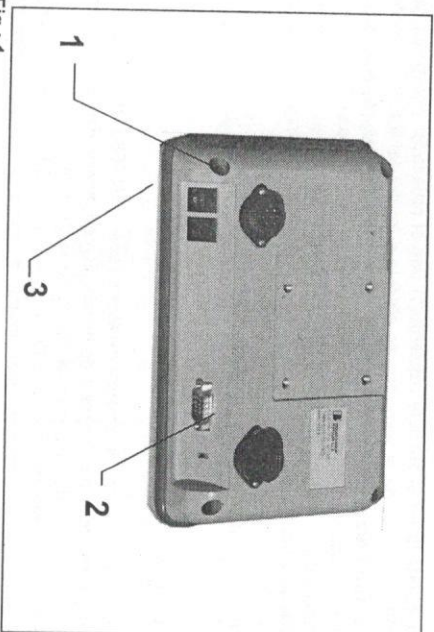

Fig.: 1
El cable de control está insertado en el enchufe izquierdo(1) tras el ordenador por medio de un serraje de tornillo. (fig.1) Si el cálculo de la velocidad se efectúa a través del tractor, el cable de sensor de velocidad o el cable adaptador para relevar la señal de velocidad desde el sistema electrónico del tractor vienen insertados en el enchufe derecho y bien atomillados.
El ordenador se pone en marcha por medio de los interruptores posteriores (fig.1)
- Poner el cable del sensor en la cabina del guiador (Fig. 1).